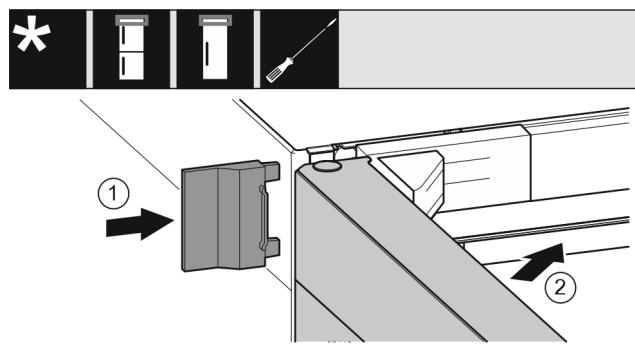

Fig. 22
- Užstumkite išorinę dengiamają plokštelię. Fig. 22 (1)
- Uždarykite viršutines duris. Fig. 22 (2)